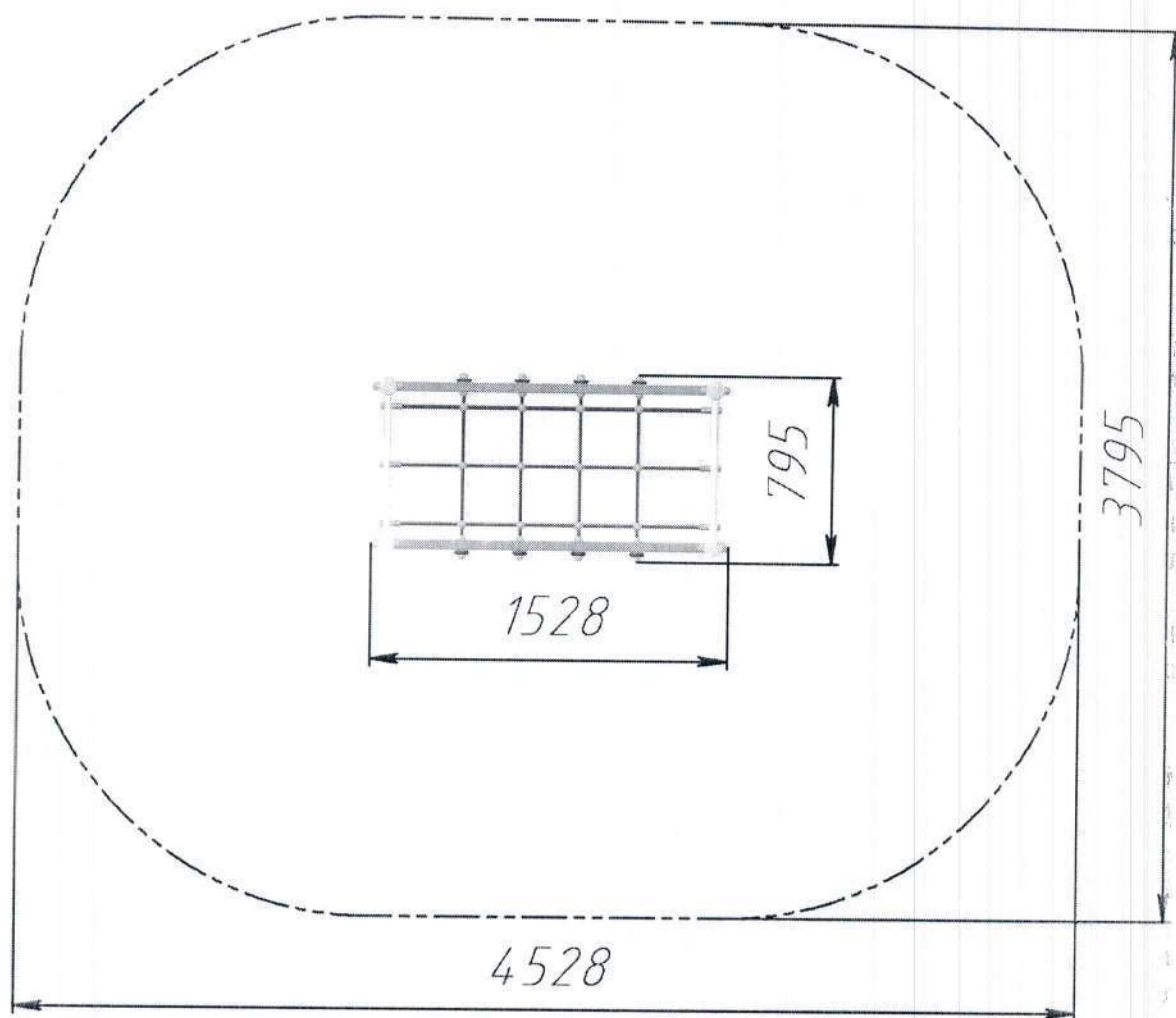

Рис.2 Безопасная зона приземления Мостика подвесного РТР 072В
3.5. Монтаж мостика проводится на ровном месте в соответствии с планировкой размещения всего оборудования площадки. При монтаже необходимо обеспечить безопасную зону приземления вокруг мостика в соответствии с рис. 2.